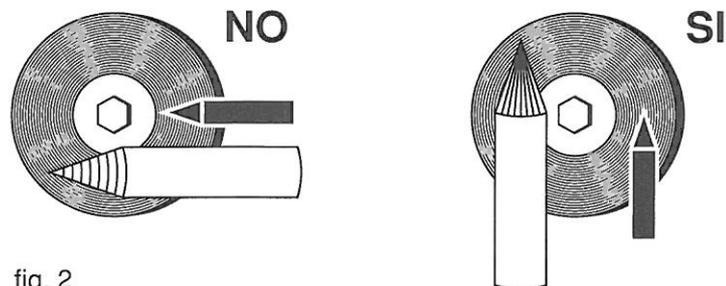

fig. 2
- Il faut utiliser, avec ce poste à souder, une électrode \varnothing 1,6 mm de tungstène-thorium 2% (de couleur rouge). La préparation de la pointe de l'électrode doit être réalisée avec une attention toute particulière: la pointe doit être rodée de manière à présenter une rayure verticale, comme indiqué sur la figure 2.